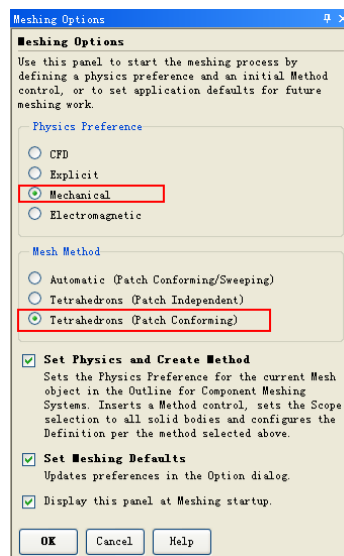

图 3-58 Meshing Options 面板
**步骤 02** 在界面右侧的 Meshing Options 面板中设置 Physics Preference 为 Mechanical、Mesh Method 为 Tetrahedrons (Patch Conforming)，如图 3-58 所示，单击  按钮完成设置。